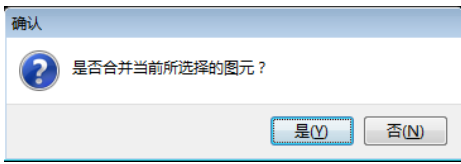

图 2-35 确认选择
- ② 软件弹出“确认”对话框，单击“是”按钮，如图 2-35 所示。